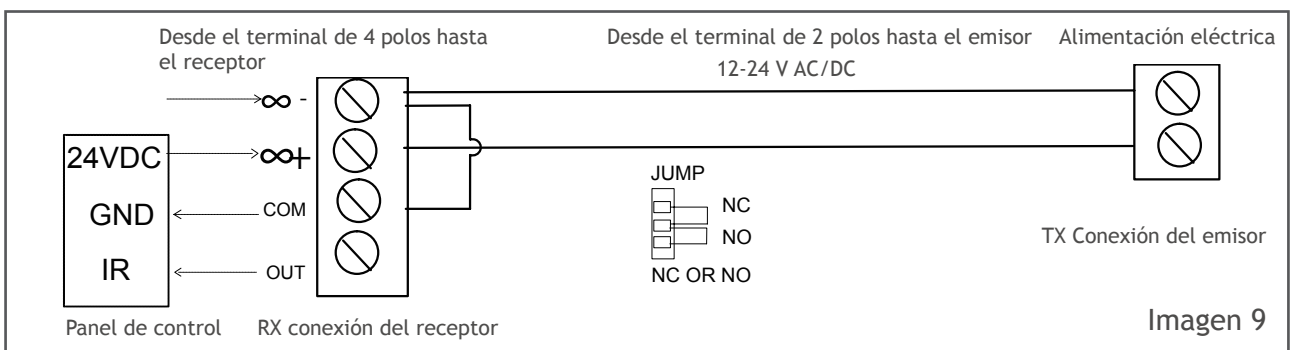

Imagen 9
- Conecte el receptor y el emisor con cables de acuerdo a la imagen 9.
Inserte el receptor del sensor infrarrojo en el enchufe 24VDC, GND y I.R. en el terminal X5 (ver imagen 9).